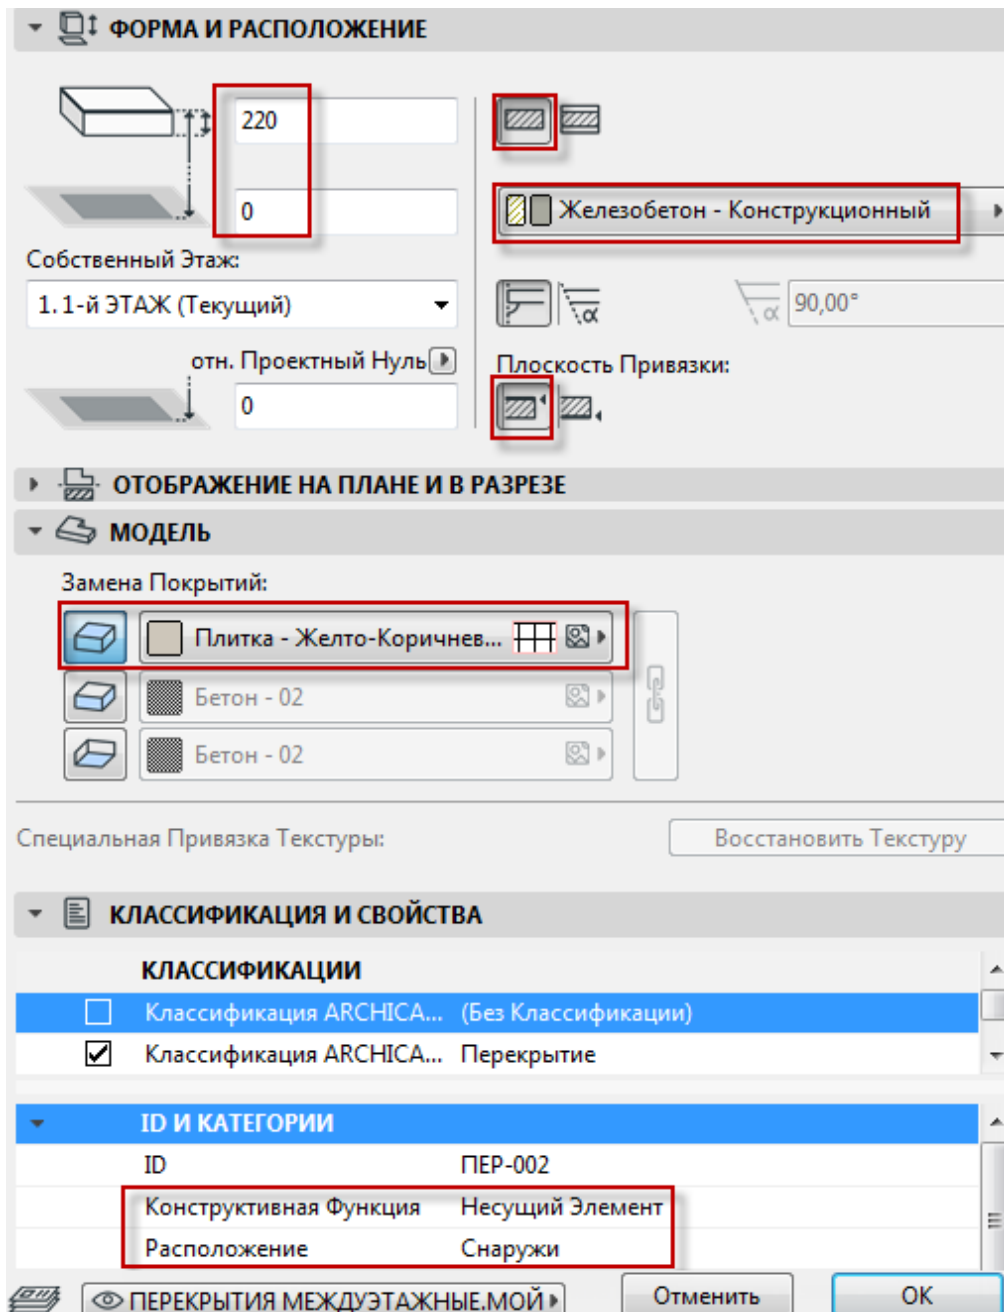

Рис. 4.8
*Перекрытие для крыльца.* Для построения площадки у парадного входа задайте в диалоговом окне *Параметры Перекрытия по Умолчанию* основную конструкцию толщиной **220** мм, верхний уровень относительно 1-го этажа и нуля проекта **0** мм, строительный материал – железобетон конструкционный (рис. 4.8).